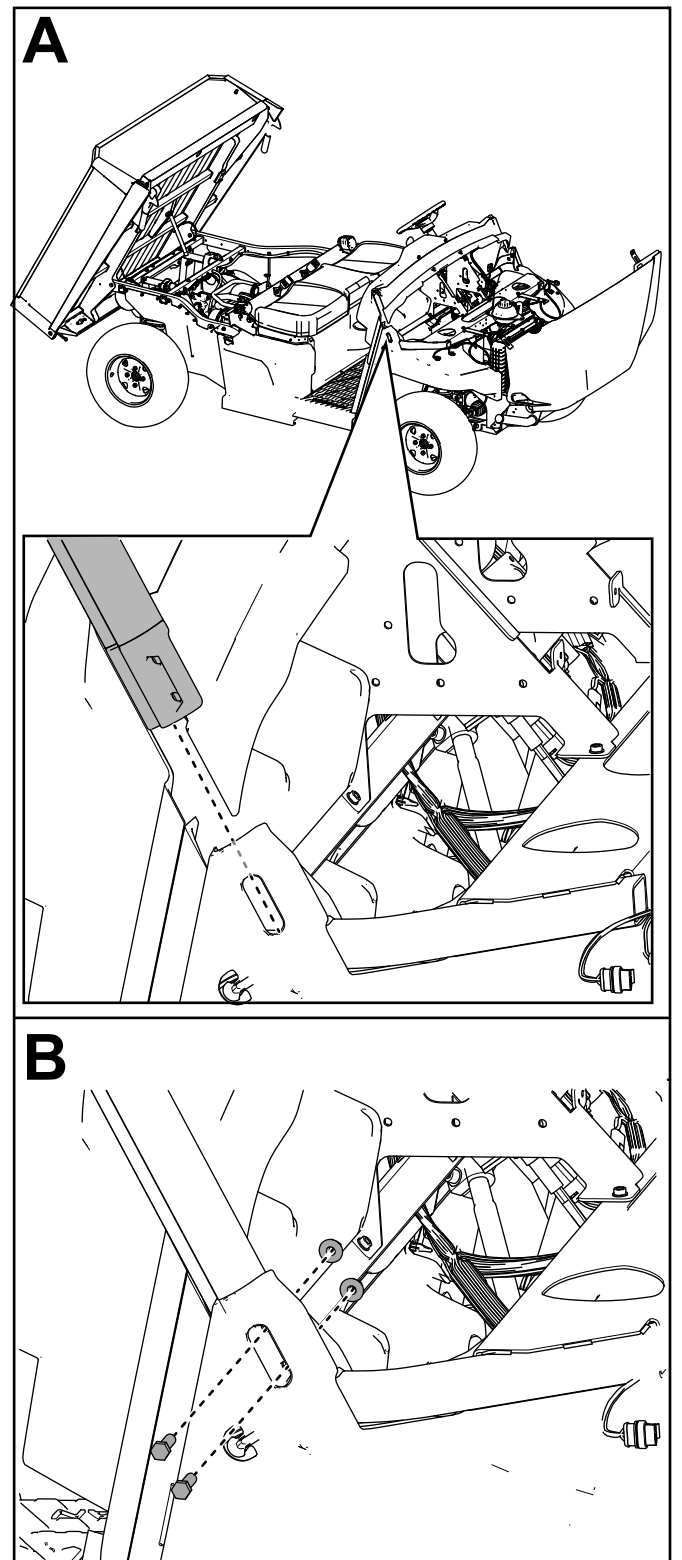

Figura 13
7. Sujete provisionalmente el conjunto de barra antivuelco delantera derecha en el soporte de montaje de la barra antivuelco derecha con 2 pernos de cabeza hexagonal ($\frac{3}{8}$ " x $1\frac{1}{4}$ ") y 2 contratruercas ($\frac{3}{8}$ "), tal y como se muestra en la Figura 13.